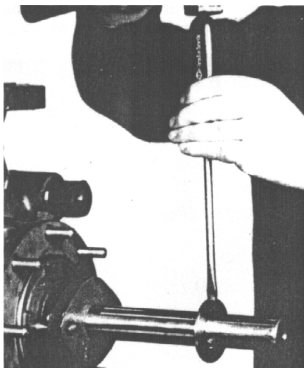

Fig. 7
- Extraer el Anillo Centrifugador. Para eso, introduzca la punta de un destornillador en el rasgón del Anillo, haciendo que éste aumente su diámetro interno y sea fácilmente extraído del eje. (Ver fig. 7)